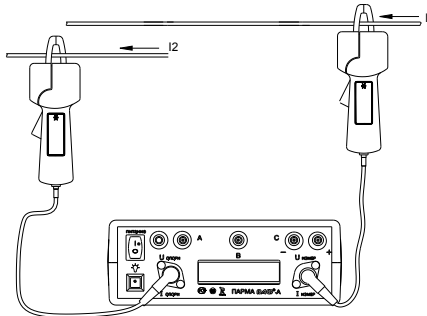

Рисунок 9
6.3.5.2 Опорные клещи подключите к разьему опорного канала, обозначенному Iопорн, измерительные клещи – к разьему измерительного канала, обозначенному Iизмер (см. рис. 9).
Рисунок 9а